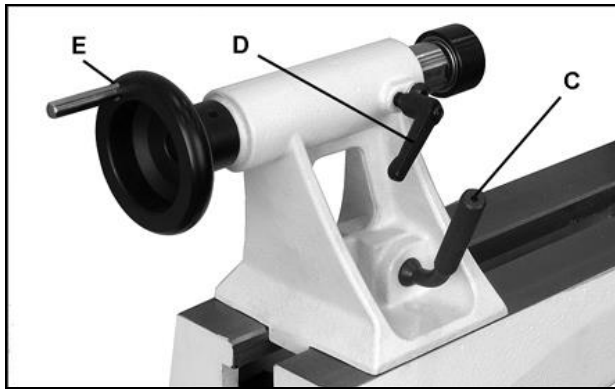

Fig 26
Tourner le volant (E, Fig. 26) dans le sens des aiguilles d'une montre pour sortir le fourreau et bloquer le levier de serrage (D).